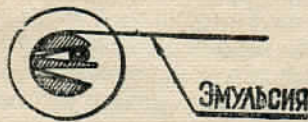

Рис. 5.
2. Обрежьте конец фотопленки по форме, показанной на рис. 5.
3. Пропустите конец фотопленки в одну из щелей катушки с широкой стороны (рис. 5). Вышедший из противоположной (узкой) стороны щели конец фотопленки загните и пропустите во вторую щель с узкой стороны. Затем конец пленки трижды перегните и натяните так, чтобы конец ее заклинил в щели.